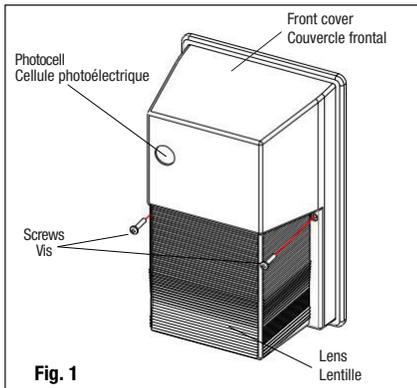

Fig. 1
1. Unscrew the 2 screws located on the sides of luminaire housing and remove the front cover and lens (Fig. 1).
1. Dévisser les 2 vis situées sur les côtés du boîtier du luminaire et retirer le couvercle frontal et la lentille (Fig. 1).